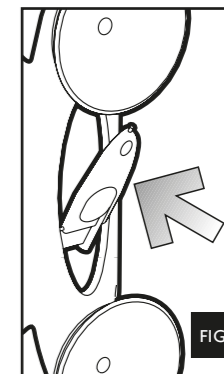

FIG. 5
- 7- Enlever l'outillage spécial qui se trouve sur le support des ventouses (fig. 5) ou utiliser une tourne-vis.
- c. haal het hulpmiddel uit de houder (afb. 5) of neem een schroevendraaier
- c. Quite la herramienta especial que se encuentra sobre el soporte de las ventosas (fig. 5) o utilice un destornillador.